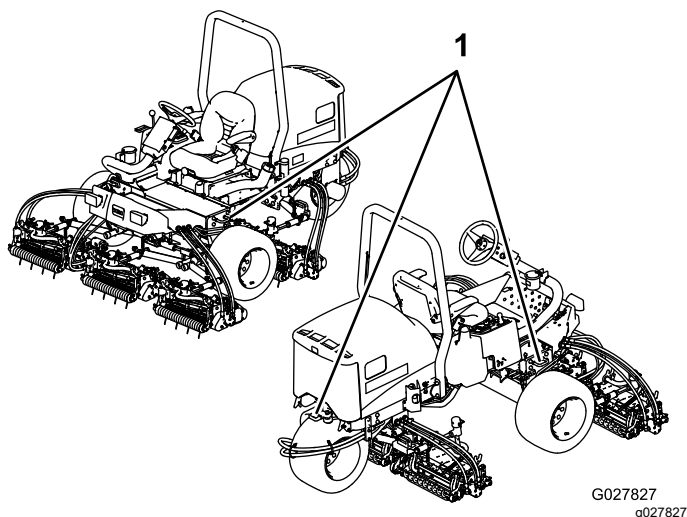

Рисунок 39
5. Для надежного крепления машины к прицепу или грузовику с помощью стропов, цепей, тросов или канатов используйте установленные на машине металлические крепежные проушины (Рисунок 39).